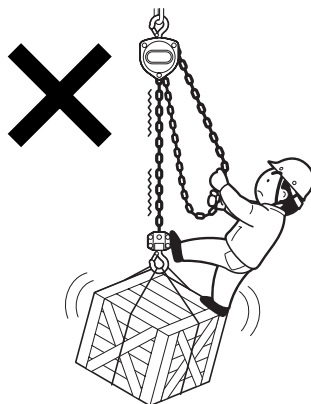

図5
- (8) つった荷に人は乗らないでください。また、人の乗る用途に絶対に使用しないでください。図5
- (9) つり荷の反転作業は、専門知識のある人以外絶対に行わないでください。
- (10) 地球づりしないでください。
- (11) 操作中は荷から気をそらさないでください。
- (12) 巻上げ過ぎ、巻下げ過ぎはしないでください。
- (13) つり上げた荷を長時間放置しないでください。
- (14) フックに1本つりのワイヤロープを掛けないでください。(ロープのよりが戻り、フックカバーが摩耗する恐れがあります。)
- (15) フックに荷を掛けるときは、必ずフック中心の正しい位置に掛けるように使用してください。